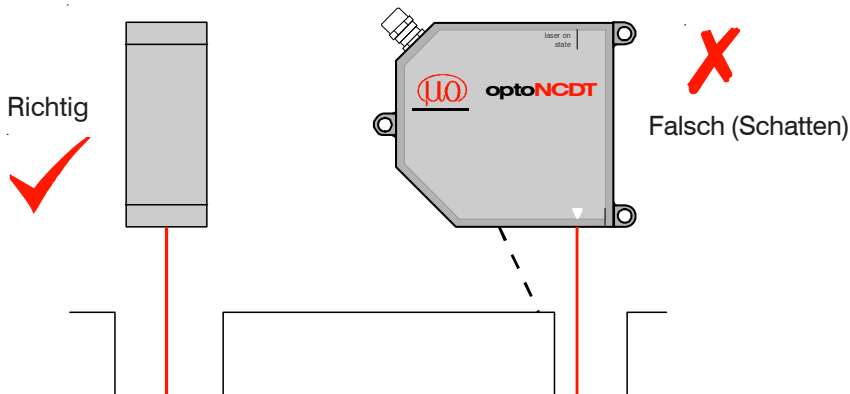

Abb. 9.4: Sensoranordnung bei Bohrungen und Kanten
- Bei Bohrungen, Sacklöchern und Kanten in der Oberfläche von bewegten Teilen ist der Sensor so anzuordnen, dass die Kante nicht den Laserpunkt verdeckt (Abb. 9.4).